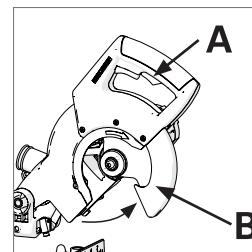

Fig. 18
Pentru a introduce lama, apăsați dispozitivul de declanșare al apărătorii lamei (A), roțiți apărătoarea lamei inferioare (B) în sus în apărătoarea lamei superioare și mențineți apărătoarea lamei inferioare în acea poziție. (**Fig. 18**)